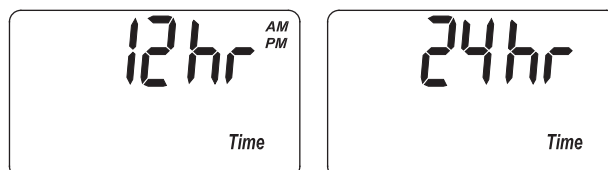

FIG. 30
1. Mantenga oprimido el botón PROGRAM (Programar) hasta que aparezca la pantalla que se indica en la Fig. 26. Cuando ello ocurra, oprima cinco veces el botón PROGRAM (Programar) y aparecerá una de las dos pantallas que se indican en la Fig. 30.